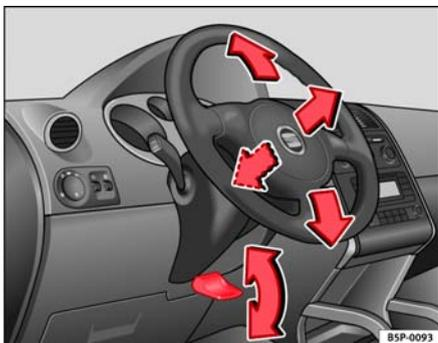

Fig. 128 Ajuste de la posición del volante
- Tire hacia abajo de la palanca ⇒ fig. 128 situada debajo de la columna de dirección ⇒ ⚠.